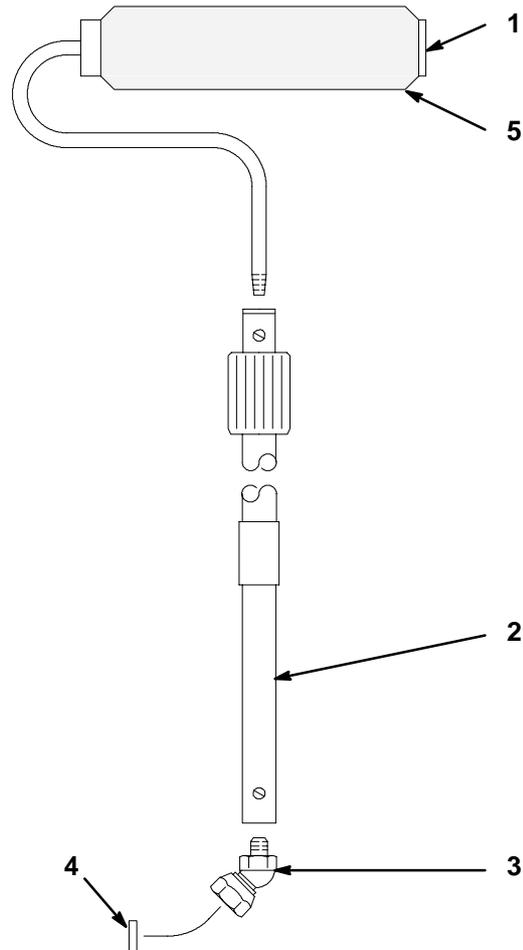

Abb. 2
1. Den Walzensatz wie in Abb. 2 gezeigt zusammenbauen. Die Dichtung auf jeden Fall zwischen Pistole und Adapter legen.